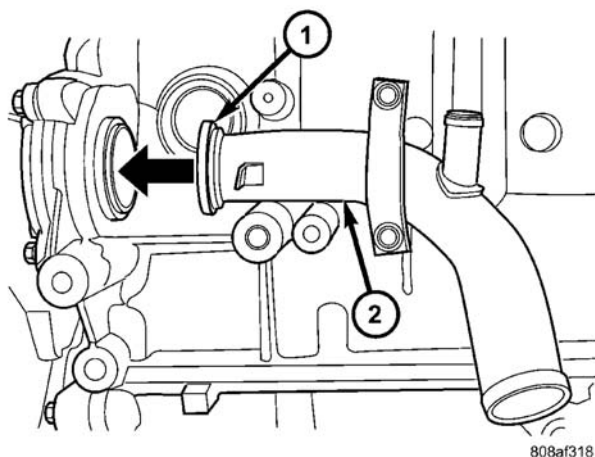

图 32 水泵进水管—2.4L 发动机
2.4 升发动机使用一个金属管子来将缸体与散热器下软管及暖风装置返回管路连接起来（图 32）。该金属管子与缸体间用 O 形圈密封，并用螺栓将管路连接到缸体上。
- （1）在将管子装到汽缸体之前，检查一下 O 形密封圈是否损坏（图 32）。
- （2）用冷却液润滑 O 形圈，并把进气管安装到气缸体的孔内（图 32）。